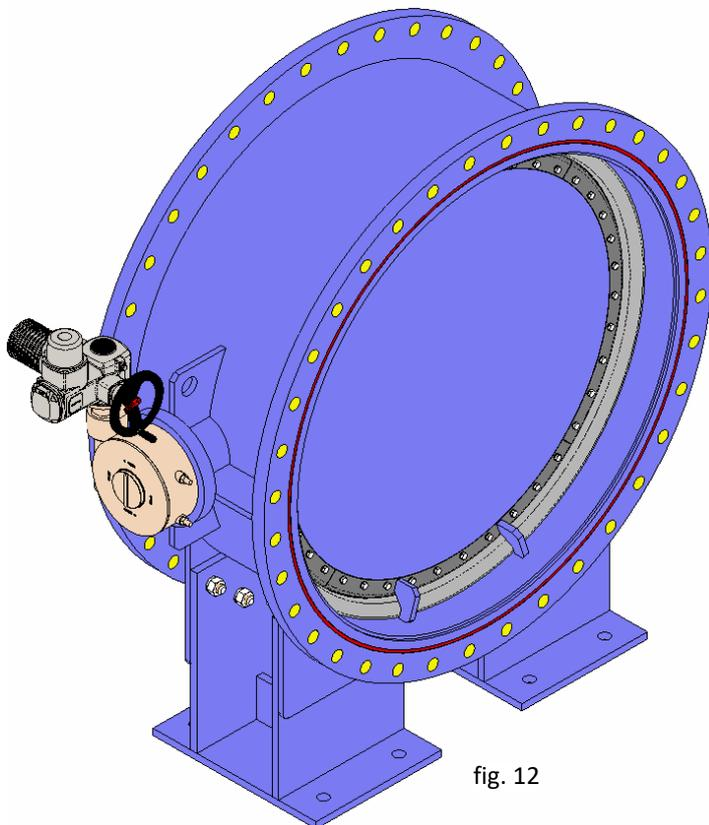

fig. 12
- Accionamento motorizado (fig. 12): todos os accionamentos motorizados que a CMO fornece possuem um volante de emergência desengatável, de modo a poder accionar a válvula manualmente em caso de falha de energia.